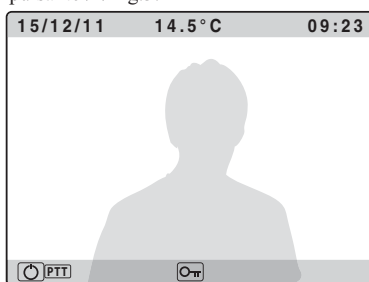

Fig.2a
- Passare dalla modalità vivavoce alla modalità "push to talk" (premi per parlare) tenendo premuto il pulsante  fino a che il relativo LED non inizia a lampeggiare lentamente Fig.2a. Tenere premuto il pulsante  (il LED lampeggia velocemente) per parlare con il visitatore, rilasciare il pulsante (il LED lampeggia lentamente) per ascoltare il visitatore;
- To switch from hands free to push to talk mode, keep pressed the  until the related LED starts to flash slowly Fig.2a. Keep pressed the  button to talk to the visitor (the LED flashes quickly) and release the button (the LED flashes slowly) to listen the visitor;